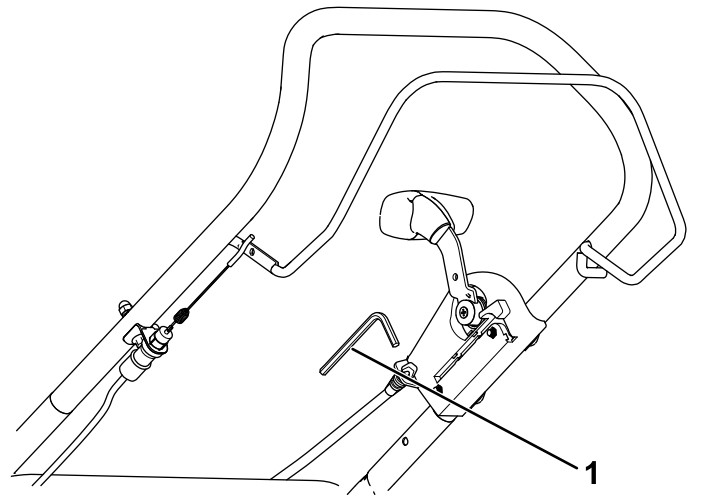

Figura 18
2. Retire la llave hexagonal del conjunto de la palanca de transporte (Figura 18).